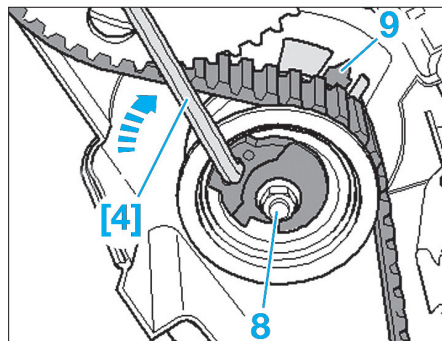

Fig. 12
- Tourner le galet tendeur dans le sens horaire jusqu'à ce que l'index (9) du galet tendeur soit aligné avec la rainure de sa patte fixe (Fig.12).